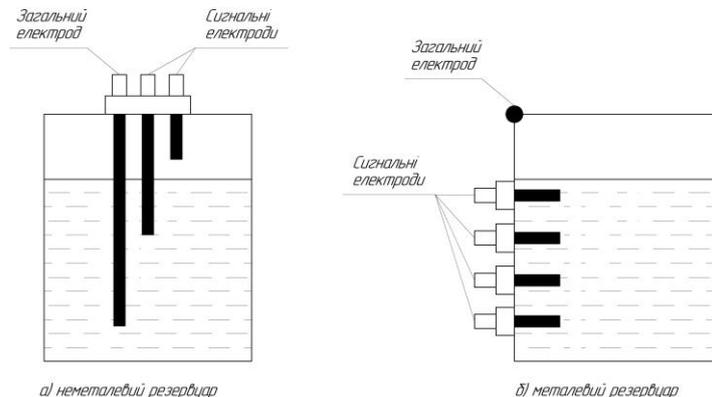

Рисунок 2.1 - Схема розміщення електродів в резервуарі
2.1.2 При контролі рівнів рідини в металевому резервуарі в якості загального електрода може бути використаний корпус резервуара (рисунок 2.1.б).